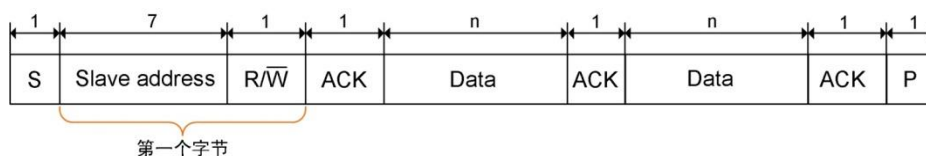
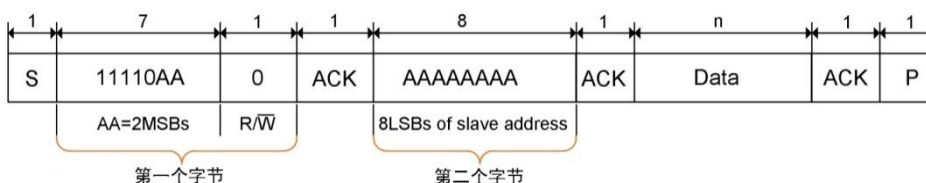

图 14.16 7 位寻址
图 14.17 10 位寻址
- 地址类型默认设为 7 位，还可以设为 10 位。10 位寻址格式与 7 位寻址格式类似，只是主模块通过两个字节的传输来发送从地址。具体区别如图 14.16 与图 14.17 所示。